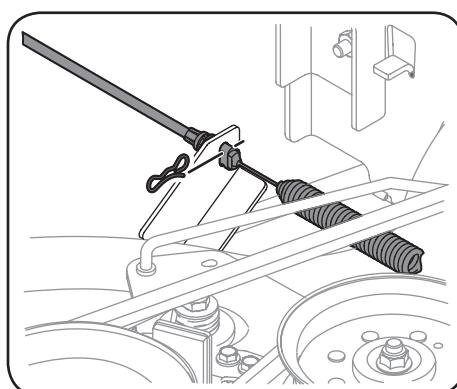

Figura 4-11
- Extraiga con cuidado el cable de la PTO de la parte posterior de la plataforma de corte retirando el clip tipo moño que lo sujetá. Retire el resorte del soporte de polea loca de la plataforma. Consulte la Figura 4-11.